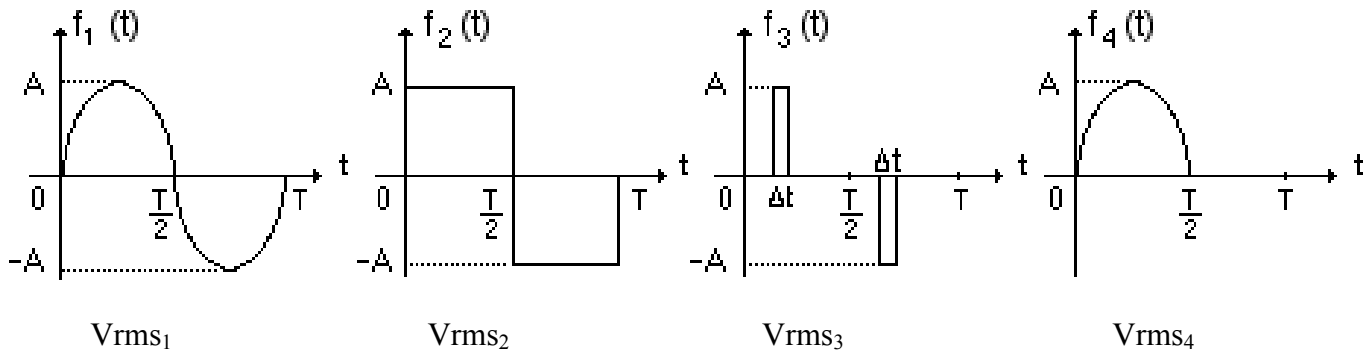

Figura 7.1.- Formas de onda AC
- 2.- Explique el significado físico de valor medio cuadrático (rms por sus siglas en inglés), llamado también valor eficaz, de una señal de voltaje o de corriente alterna y averigüe la relación entre el valor rms y el valor pico de las señales alternas  $f_1(t)$ ,  $f_2(t)$ ,  $f_3(t)$  y  $f_4(t)$  mostradas en la figura 7.1. Averigüe también el valor rms de una señal triangular de amplitud A y período T.